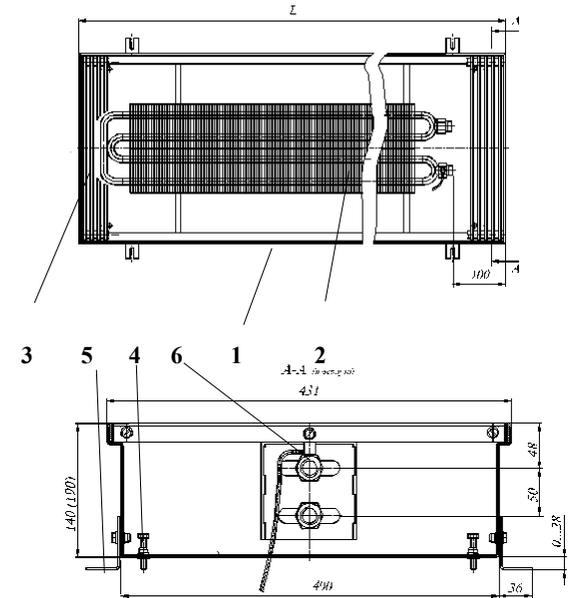

Рис. 1 Конвектор КРКД 43.14(19).60...300 концевой
Конвекторы имеют (см. рис.1,2):
4.2 Размеры и технические характеристики изделий представлены на Рис.1, 2 и в таблице 1, 2.
- 5.4 После соединения теплового пакета с трубопроводами и запуске системы отопления, при необходимости, выполнить удаление воздуха. Для этого свободный конец пластиковой трубки воздухопускного клапана 6 (см. рис.1) опустить в заранее приготовленную емкость для слива воды. Ключом отвернуть клапан на 0,5-1,5 оборота. После удаления воздуха, клапан закрыть.